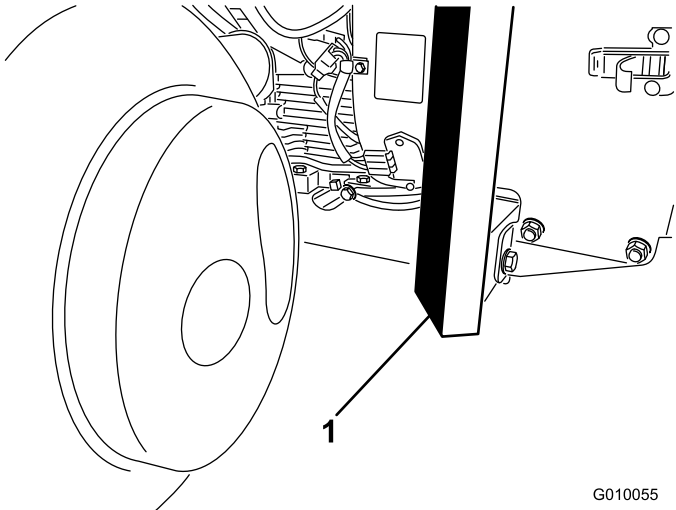

Figura 36
- Coloque el gato firmemente debajo de la parte delantera del bastidor (Figura 36).